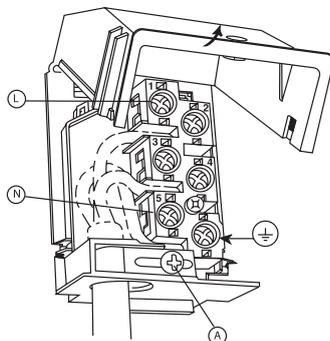

fig.15
- Open het aansluitkastje (zie fig. 15).